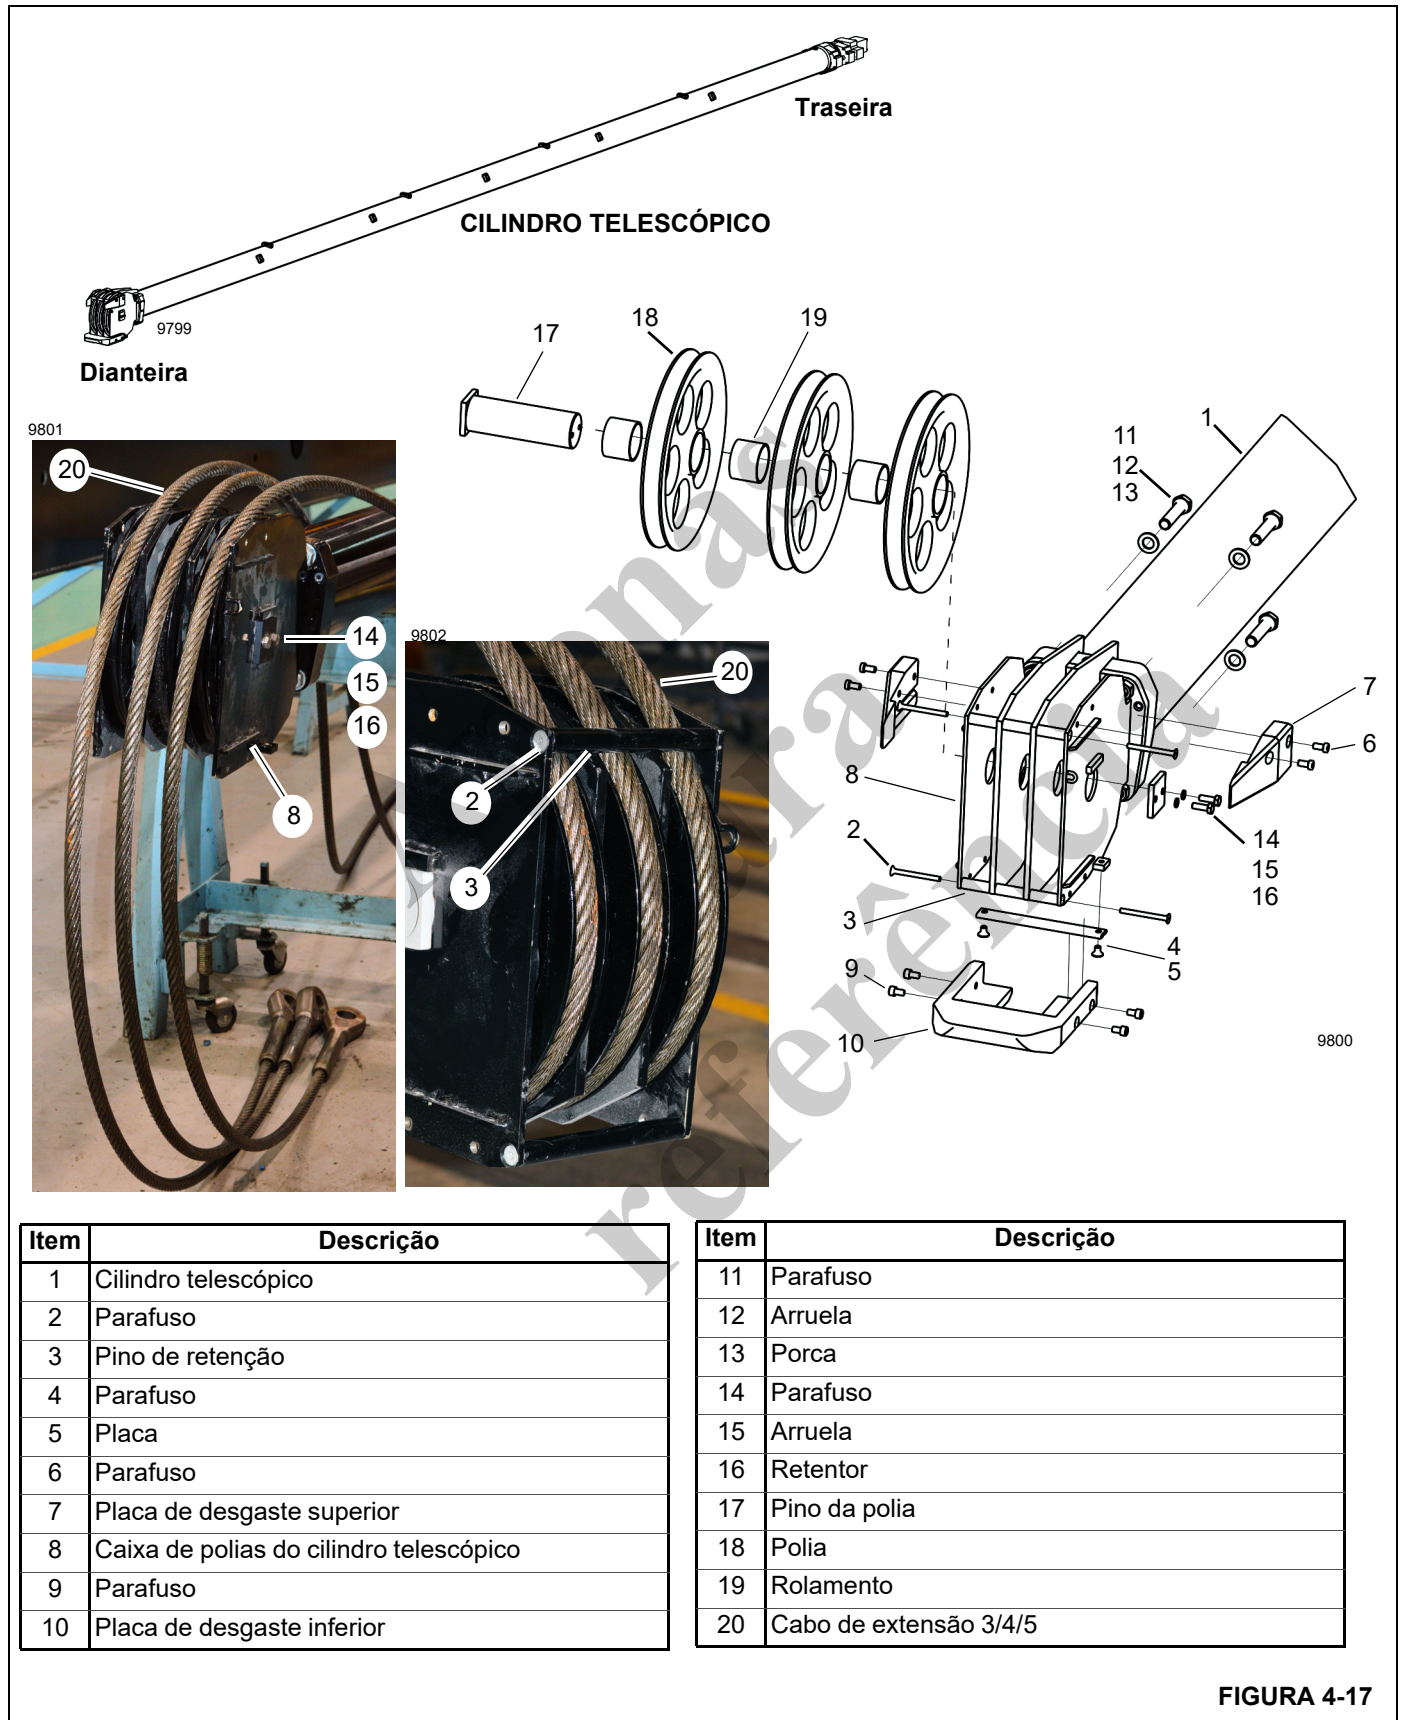

FIGURA 4-17
17. Remova os parafusos (25), as arruelas (26) e as placas do munhão (27) dos lados da lança da seção do Telescópio 2. O cilindro telescópico (1, Figura 4-17) está agora separado da seção da lança.
- 20.** Utilize as seguintes etapas para desmontar a caixa de polias do cilindro telescópico (8, Figura 4-17), se necessário:
- a.** Remova os parafusos (6, Figura 4-17) e as placas de desgaste superiores (7) da caixa de polias do cilindro telescópico (8).
- b.** Remova os parafusos (9) e a placa de desgaste inferior (10) da caixa de polias do cilindro telescópico (8).
- c.** Remova os parafusos (2), os pinos de retenção (3), os parafusos (4) e a placa (5) conforme necessário para remover os cabos de extensão 2/3/4 (20) da ponta do cilindro telescópico. Armazene os cabos e o cilindro de extensão em uma área onde eles não serão danificados durante a desmontagem posterior da lança.